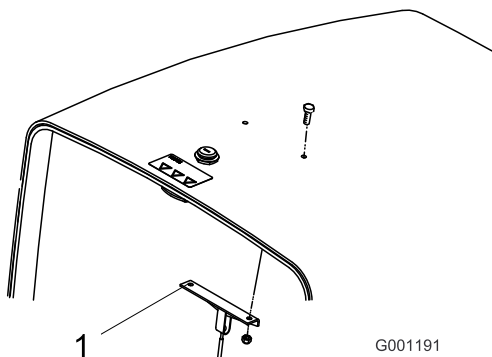

Figura 4
1. Retire y deseche los 2 tornillos y las 2 tuercas que fijan el soporte del cable del capó a la parte inferior del capó (Figura 4).